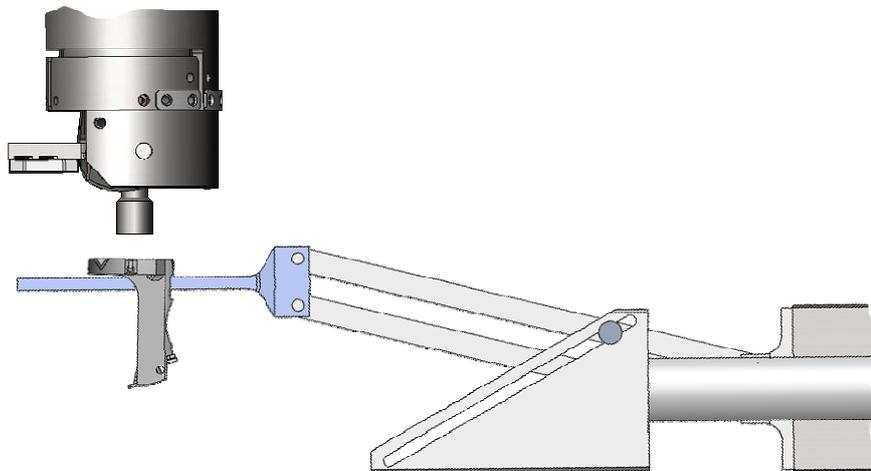

Рис. 11-10
12. Переместите кронштейн вниз до размыкания контакта зондовой головки со штоком (Рис. 11-10).